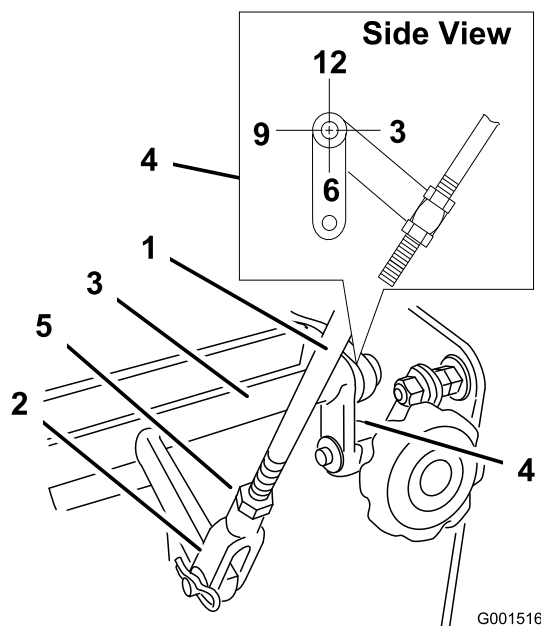

Figura 30
4. Controllate l'orientamento delle linguette sulle estremità dell'asse di comando della velocità. Accertate che queste linguette puntino direttamente verso il basso circa in posizione ore 6 (Figura 30).
5. Regolate la forcina filettata nella parte inferiore della tiranteria di comando della velocità finché le linguette non si trovano in posizione ore 6 (Figura 30).